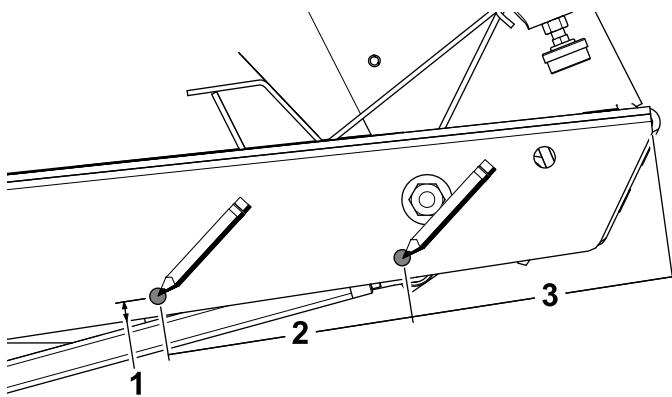

Figura 6
- Localice y señale los orificios de montaje correctos para la cubierta del pedal (Figura 6).